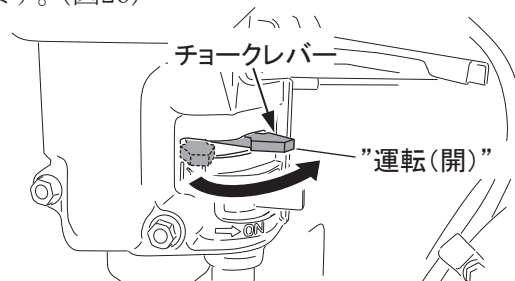

図 26
7. エンジン始動後にチョークレバーを開き(運転)ます。(図26)